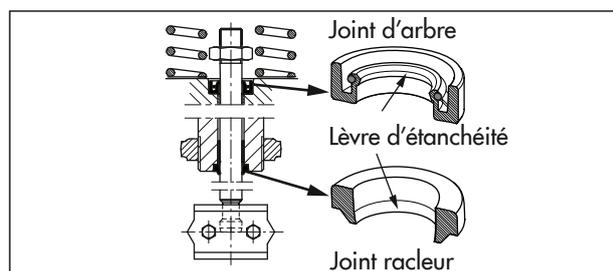

Fig. 17 : Alignement du joint d'arbre et du joint racleur
6. Monter le joint d'arbre à l'aide d'un outil adapté. Ce faisant, veiller à aligner correctement le joint d'arbre, cf. Fig. 17.
7. Monter le joint d'arbre à l'aide d'un outil adapté. Ce faisant, veiller à aligner correctement le joint d'arbre, cf. Fig. 17.